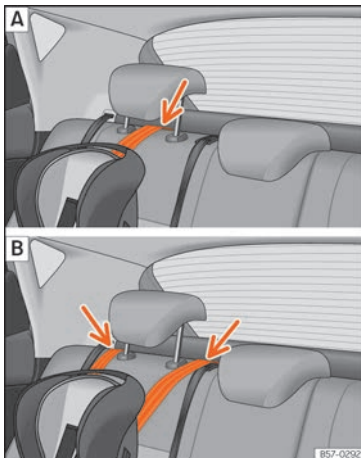

Abb. 26 Rücksitze: Einstellung und Einbau je nach Top Tether-Gurt.
- Führen Sie den Gurt unter der Kopfstütze des Rücksitzes durch »» **Abb. 26** (in Abhängigkeit der Gebrauchsanweisungen des Kindersitzes ggf. Kopfstütze anheben oder entfernen).